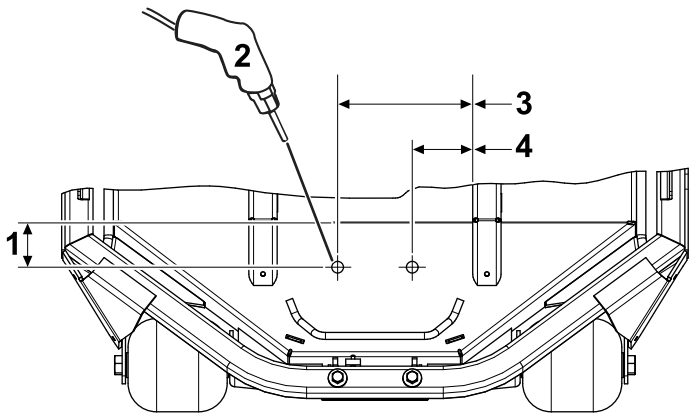

Figure 1
2. En vous aidant des dimensions indiquées à la Figure 1, localisez et percez deux trous de 7/16" de diamètre dans le plateau de coupe.